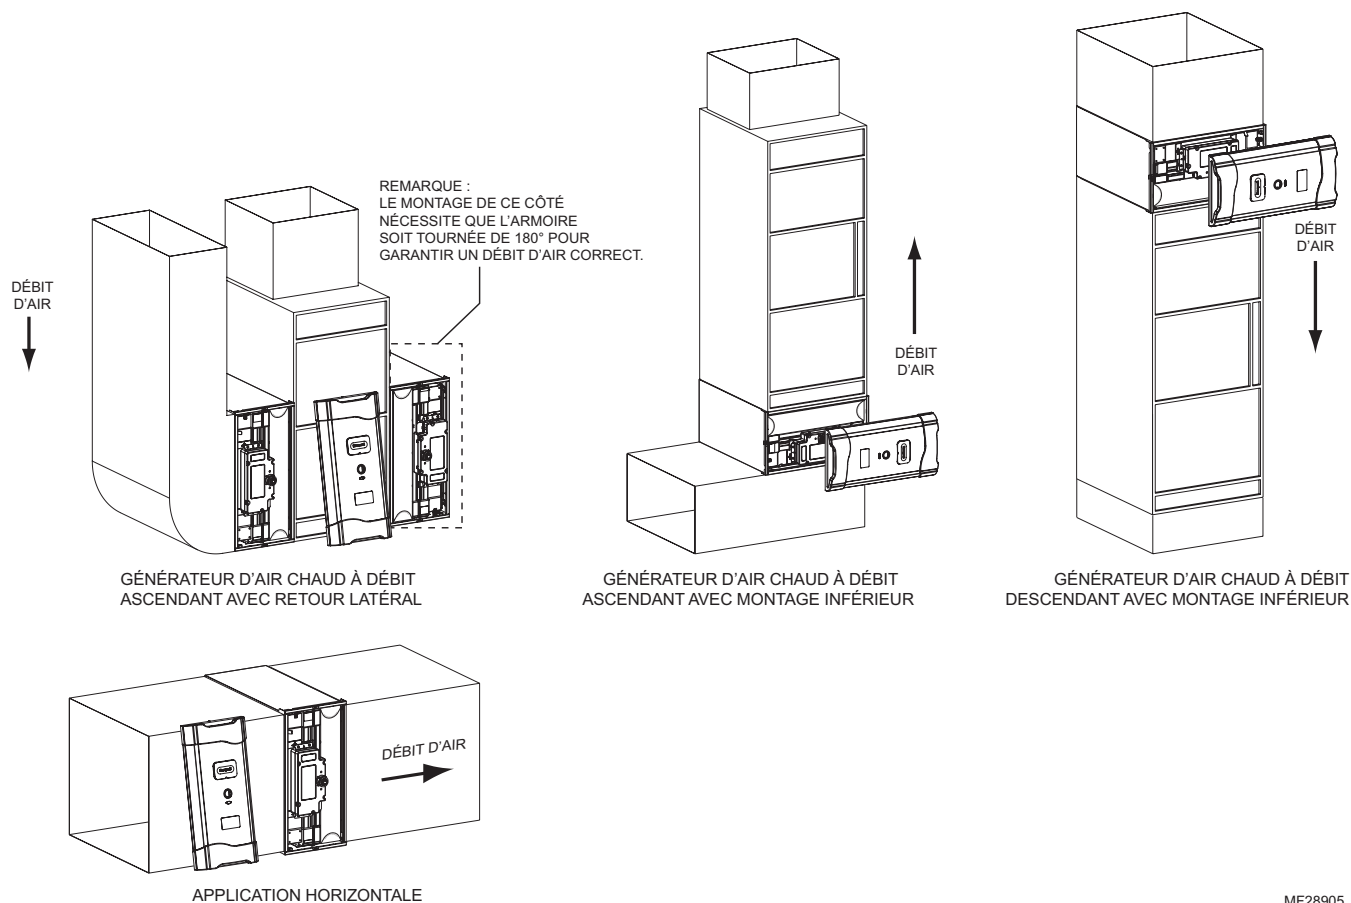
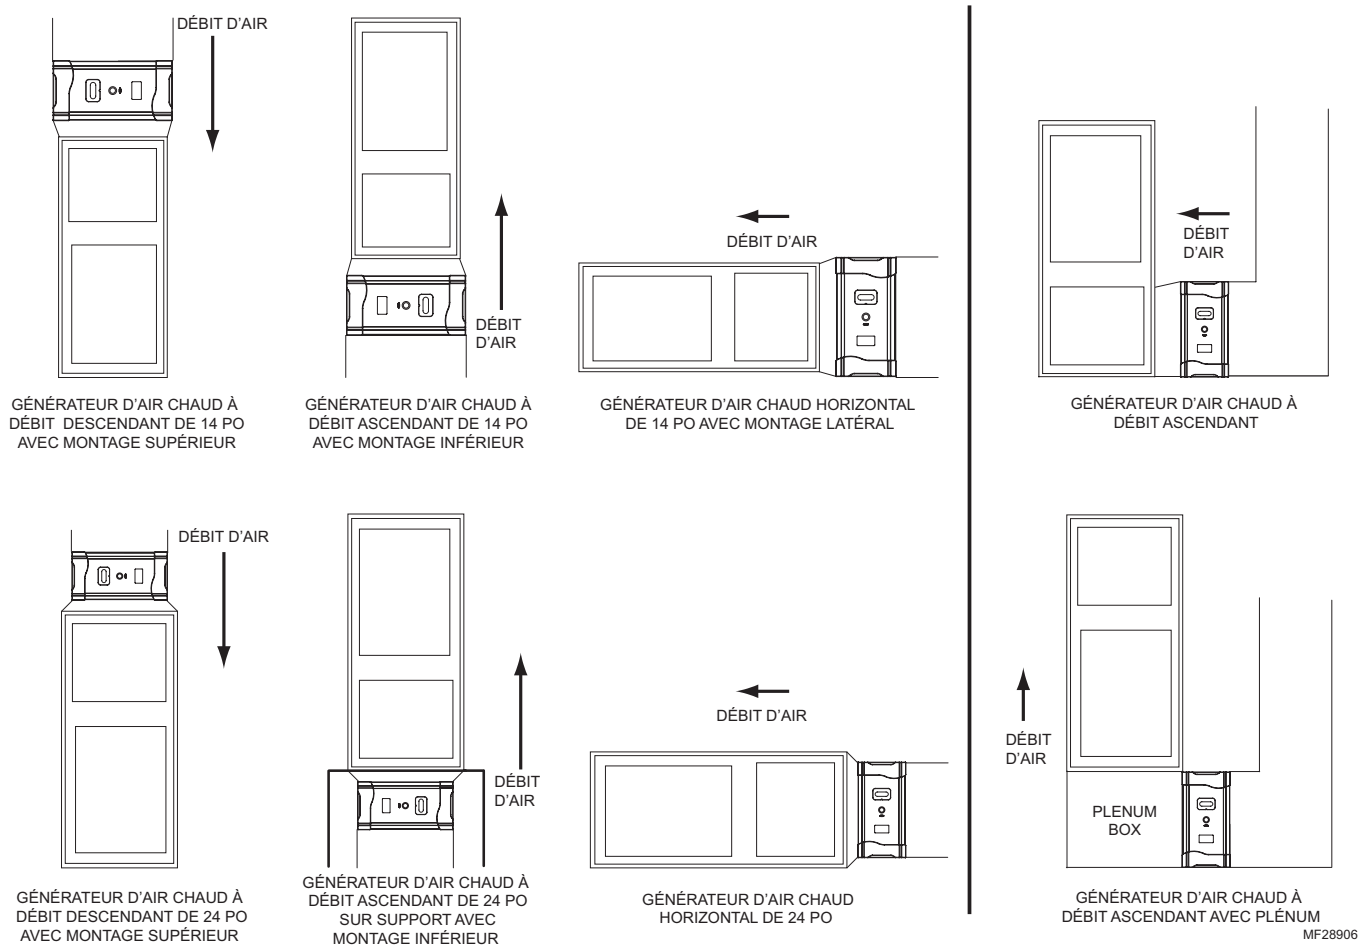
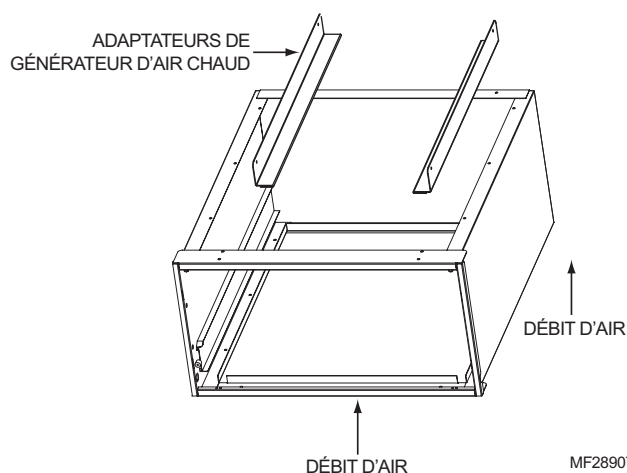
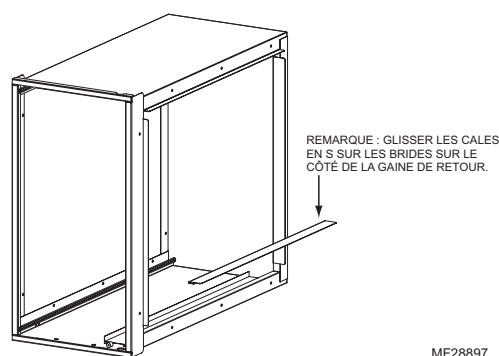

Fig. 7. Orientation de l'armoire pour les modèles FH8000F.
Fig. 8. Orientation de l'armoire pour les modèles FH8000F avec transition.
Fig. 9. Utilisation d'adaptateurs de générateur d'air chaud.
Fig. 10. Utilisation d'adaptateurs de gaine de retour.
- Identifier un emplacement de montage de l'épurateur d'air amélioré de Honeywell dans la gaine d'air de retour. Voir Fig. 7 et Fig. 8 page 11.
- Placer l'armoire entre le générateur d'air chaud et la gaine d'air de retour (voir Fig. 7 page 10, Fig. 8 page 11, Fig. 9 et Fig. 10 page 13). Une gaine de transition peut être requise.
- Des adaptateurs de générateur d'air chaud sont inclus pour la commodité de l'installateur. Ils sont conçus pour les installations à montage inférieur ou supérieur (voir Fig. 9).
- f. Des adaptateurs de gaine d'air de retour sont inclus pour la commodité de l'installateur. Ils doivent être utilisés pour connecter le côté débit ascendant de l'armoire de l'épurateur d'air amélioré de Honeywell à la gaine d'air de retour (voir Fig. 10).